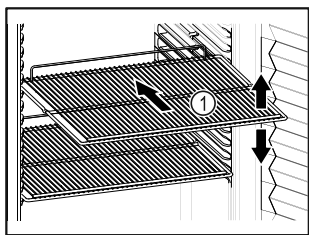

Fig. 50 Reprezentare exemplificativă
- Dacă grătarele tip poliță Fig. 50 (1) pot fi mutate, adaptați-le în funcție de înălțime.